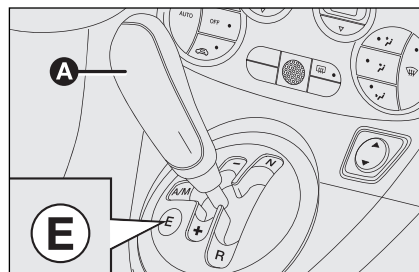

fig. 3 - versie 1.2 8V
- ☐ de tweede: compleet automatisch (**AUTO**), waarbij het systeem beslist wanneer er geschakeld wordt. Bij de versie 1.2 met deze bediening kan de functie **ECO** (Economy) functie worden gebruikt om het brandstofverbruik te verminderen. Druk op knop **E**-fig. 3 op het schakelmasker van de pook om deze functie in te schakelen.